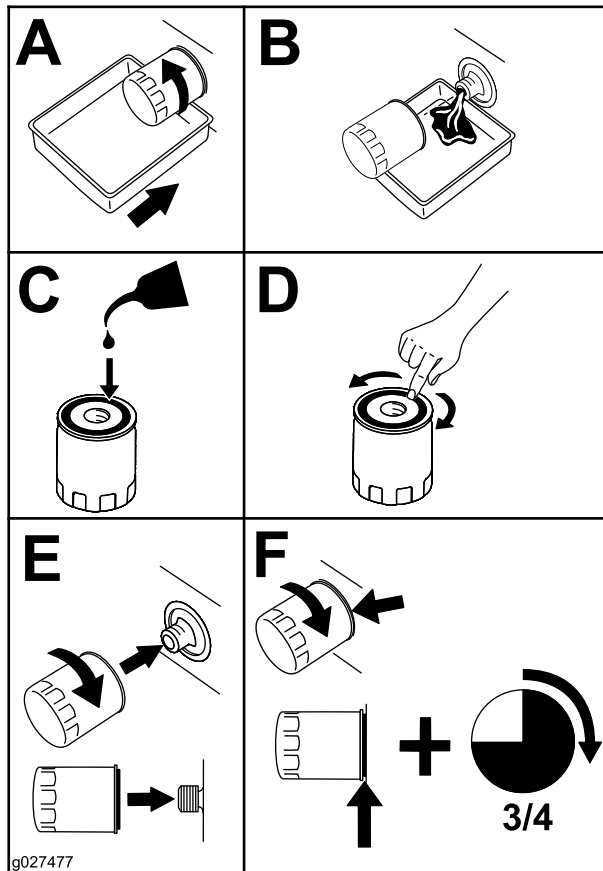

Figura 42
2. Substitua o filtro do óleo do motor (Figura 42).